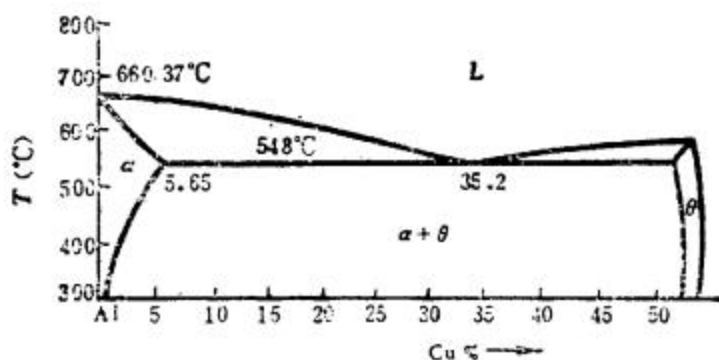

图 7-7
4. Al-Cu 合金相图如图 7-7 所示，设分配系数 K 和液相线斜率均为常数，试求：